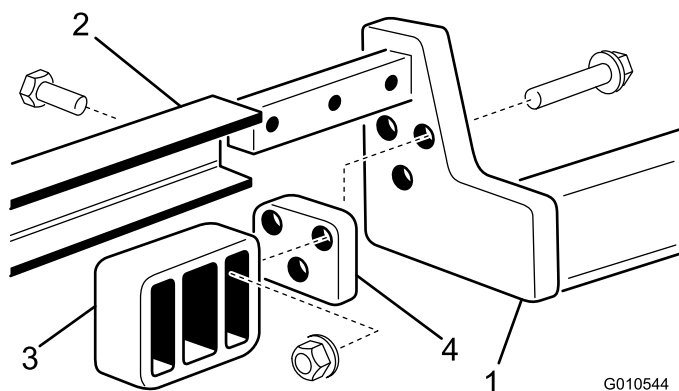

Bild 6
3. Befestigen Sie eine Heckgabel mit drei Schrauben ($3/8'' \times 2''$), Distanzstücken und Bundmuttern an jedem Hubarm, siehe Bild 6.
4. Schieben Sie den Trägerrahmen auf die Hubarme und fluchten Sie die Befestigungslöcher aus. Befestigen Sie jede Seite des Trägerrahmens mit drei Schrauben ($1/2'' \times 1-1/2''$) an den Hubarmen. Ziehen Sie die Schrauben mit 95-108 N-m an (Bild 6).